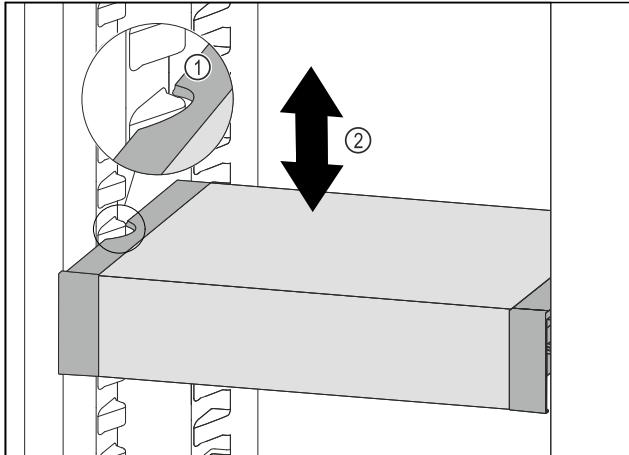

Fig. 91
- Потягнути VarioSafe вперед, поки бокові заглибилення VarioSafe не опиняться на рівні ребра для резервуара в охолоджувальному відділенні. *Fig. 91 (1)*
- Пересувайте VarioSafe вгору або вниз в охолоджувальному відділенні до тих пір, поки не досягнете бажаної висоти. *Fig. 91 (2)*